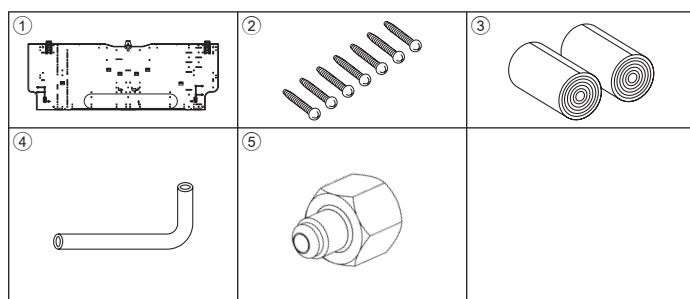

Рис. 3-1
① Вентиляционное отверстие На расстоянии 1500 мм от вентиляционного отверстия не должно быть никаких препятствий.
② Поверхность пола
③ Обустройство
④ Если крепления занавесок или подобные предметы выступают более чем на 60 мм от стены, необходимо сделать больший запас по расстоянию во избежание образования короткого цикла работы вентилятора.
⑤ 1800 и более от поверхности пола (при высокой установке)
⑥ 108 мм или более при установке левого или заднего левого трубопровода и дополнительного насоса для отвода конденсата
⑦ 550 мм и более при установке опционального дренажного механизма
⑧ Минимум 7 мм: 265 мм и более при установке опционального дренажного насоса
3.1. Проверьте наличие дополнительных принадлежностей к внутреннему прибору (Рис. 3-1)